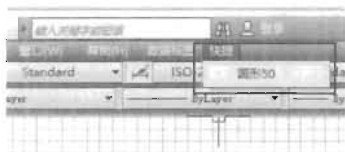

图 19-40
(6) 如果愿意, 可以给此菜单关联一个图像, 虽然对于工具栏按钮才经常这么做。该图像将出现在此菜单命令名的左边。
(7) 单击“确定”按钮关闭“自定义用户界面”对话框。这样 AutoCAD 菜单栏就出现了刚新建的“快捷”菜单, 其下包括一个“圆 50”命令, 如图 19-40 所示。